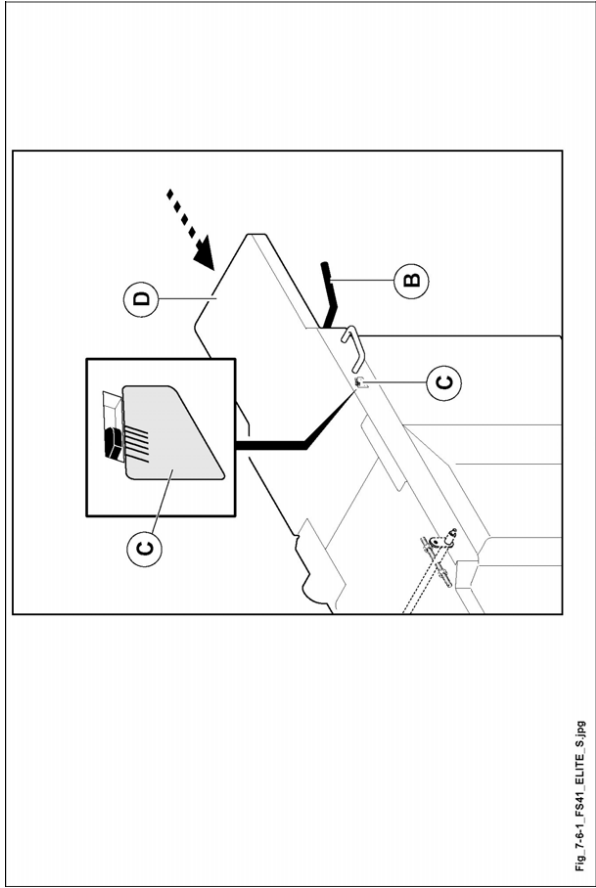

Abb. 7.6-1
- Auf den Hebel (B Abb. 7.6-1) einwirken zur Einstellung des Tisches (D Abb. 7.6-1) für die gewünschte Abtragung: Versetzung auf dem Schild (C Abb. 7.6-1) ablesen.